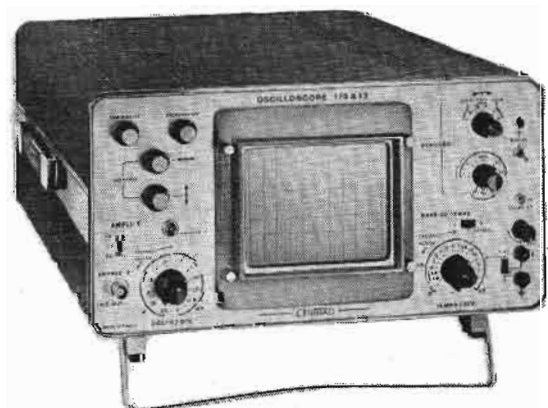

Fig. 8
**CENTRAD.** Toute nouvelle série d'appareils. La série des oscilloscopes Centrad 170 est spécialement adaptée à la maintenance télévision et électronique (Fig. 8).